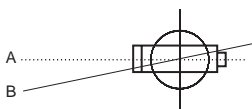

Abb. 4
- ① Errichten und horizontieren Sie das Instrument mit Hilfe des Schnurlotes exakt über dem Punkt.
- ② Zielen Sie Punkt A an und stellen Sie den Horizontalkreis auf Null.
- ③ Drehen Sie das Fernrohr und zielen Sie Punkt B an, lesen Sie den Wert am Kreis ab. Der abgelesene Wert ist der Horizontalwinkel zwischen A und B. (Siehe Abb. 4).